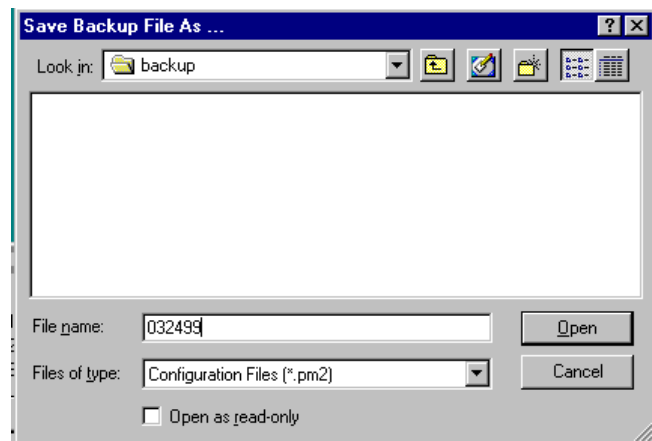

Fig. 13.10
- Después de pulsar el botón de carga, aparecerá la casilla de diálogo "Guardar copia de seguridad". Vea la Fig. 13.10. Escriba un nombre de archivo para la copia de seguridad, tal como la fecha, y pulse el botón abrir.